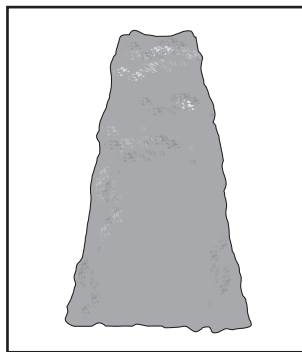

Fig. 8
**NOTA:** Se recomienda dar al seto una forma trapezoidal (Fig. 8). El corte trapezoidal coincide con el crecimiento natural de las plantas y optimiza el crecimiento del seto, ya que recibe más luz en la parte inferior.